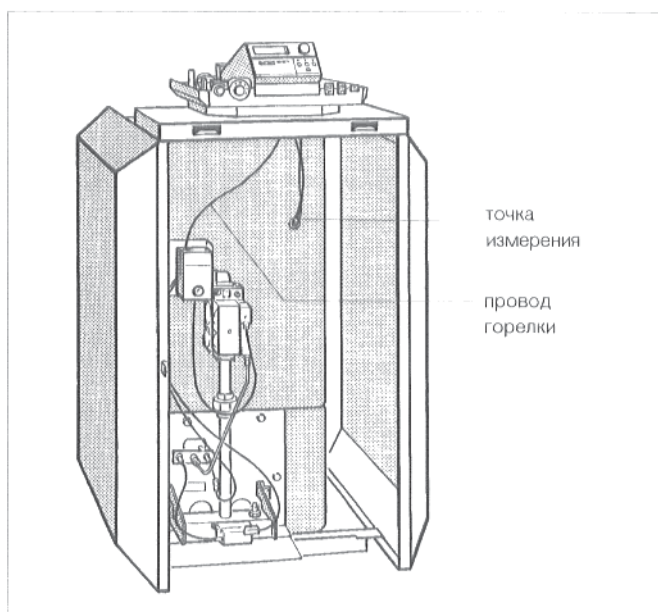

Рис. 16: передняя сторона котла
- Проложить капиллярные трубки датчиков температуры и, при "Ecomatic"-регулировании, провод датчика температуры котельной воды под передним кожухом котла вперед, к точке измерения. Капиллярные трубки раскручивать только до необходимой длины (рис. 16).
- Проложить провод горелки - у G124 XV также и провод для подключения насоса - под передним кожухом котла назад, к стороне подключения регулятора (рис. 16).